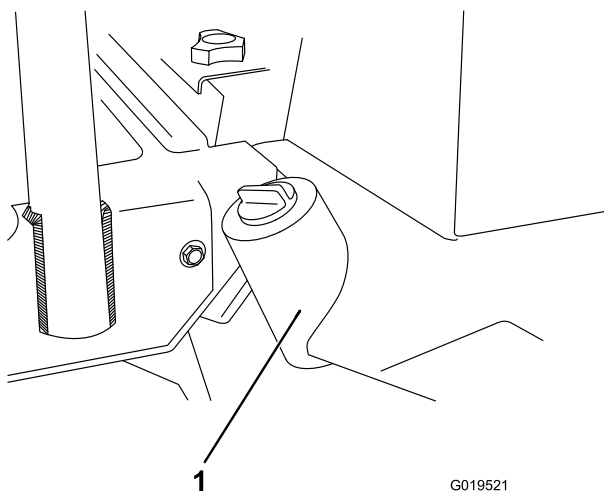

Figura 74
2. Rimuovete il tappo di spurgo dalla base del serbatoio (Figura 74) e lasciate defluire il fluido idraulico in una bacinella. Quando il fluido idraulico cessa di defluire, montate il tappo e serratelo.